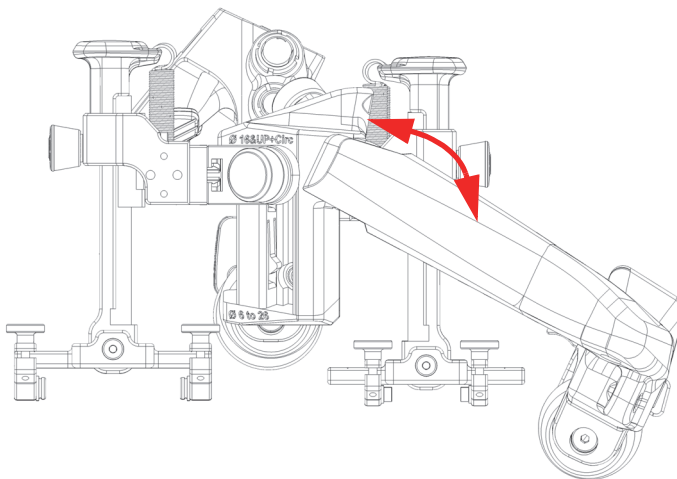

Рис. 2-4 Рама сканера в повернутом положении на трубах диам. 406,4 мм и менее (скан. по окружности)
Ослабленные ручки выталкиваются из резьбы, оставаясь прикрепленными к сканеру (Рис. 2-4 на стр 42).
2. Поверните раму в нужное положение, не превышая максимального предела хода, пока ручки не защелкнутся обратно в раму (Рис. 2-4 на стр 42).